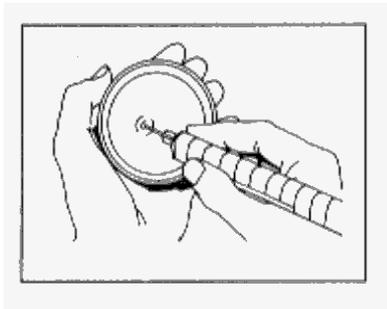

Figura 1 -
5. Rimuovere entrambi i coperchi. La punta del filo di inoculazione si trova sotto il coperchio bianco. Senza infuocare il filo, prelevare con la punta una colonia ben isolata (**Figura 1**). Non perforare l'agar.